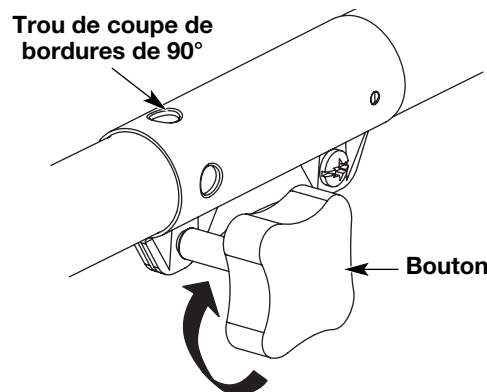

Fig. 13
3. Serrez le bouton en le tournant à droite (Fig. 13).
Pour couper les bordures à l'aide de la tête d'accessoire de coupe sur les modèle EZ-LinkMC, verrouillez le bouton de déclenchement de l'accessoire de coupe dans le trou de 90° (Fig. 13).